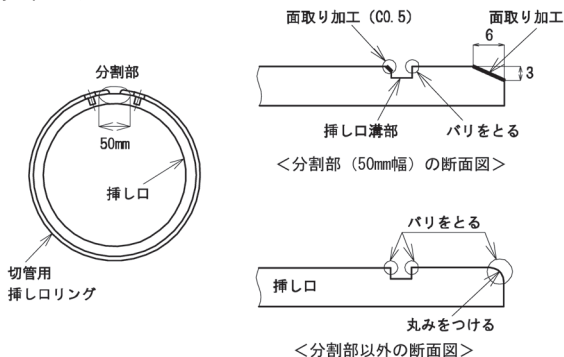

図72 挿し口のバリ取りおよび端面処理
- ③ やすりまたはグラインダ等を使用して、加工部に発生したバリを取る(図72)。呼び径300、400では、図72のように、切管用挿し口リングの分割部が位置する箇所(幅50mm)の挿し口端面に3×6mmの面取り、挿し口溝部にC0.5程度の面取りを行う。